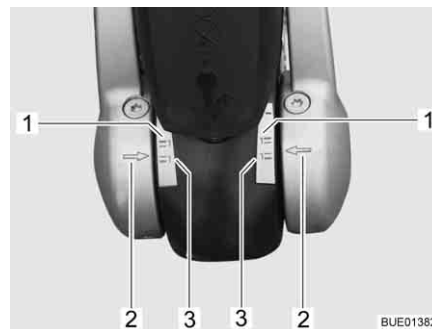

Fig. 130 Indicatore (guarnizioni di attrito a sinistra e a destra)
- Se le frecce sulla flangia di fissaggio disco (Fig. 130,2) si trovano sotto o sulla superficie di marcatura verde (Fig. 130,3), le guarnizioni di attrito sono considerate ancora nuove.
- Se le frecce sulla flangia di fissaggio disco si trovano all'interno delle superfici di marcatura (Fig. 130,1 e 3), le guarnizioni di attrito sono leggermente consumate.
- Se le frecce sulla flangia di fissaggio disco si trovano al di sopra della superficie di marcatura rossa (Fig. 130,1), le guarnizioni di attrito sono consumate. Far sostituire le guarnizioni di attrito.